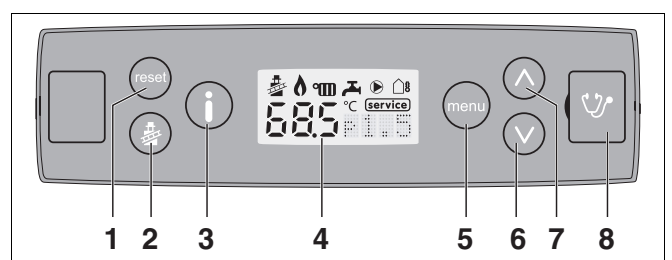

fig. 59 Bedieningspaneel
- Druk de "☀"-toets (→ fig. 59, [2], pagina 51) in, totdat op het display het icoon schoorsteenvegerbedrijf "☀" gaat branden.
- Druk de "🔧"-toets (→ fig. 59, [2]) in, totdat op het display het icoon schoorsteenveger "👤" uitgaat.
- Druk de "⊗"-toets (→ fig. 59, [2], pagina 51) in om de meting af te sluiten.